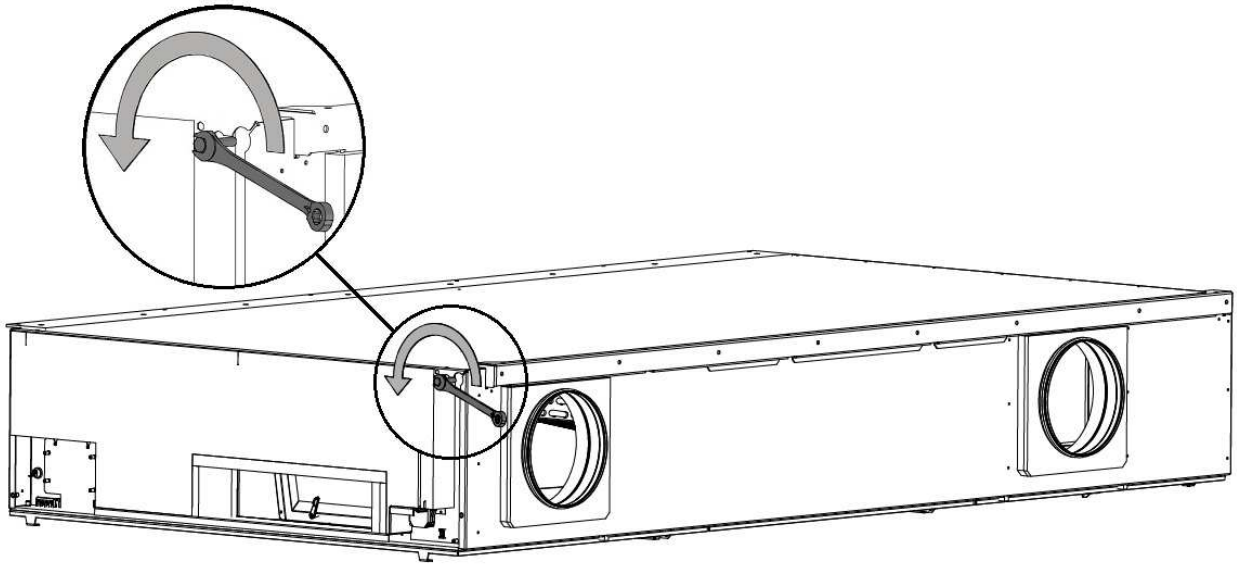
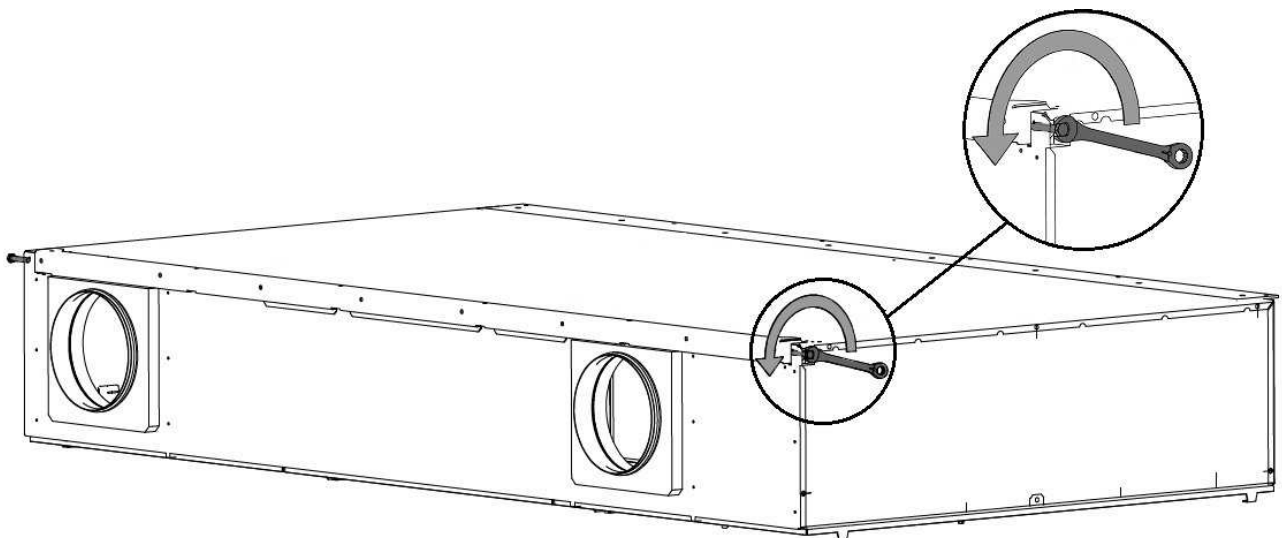

Abbildung 6: Demontieren der hinteren Halterung, linke Seite von hinten gesehen
Abbildung 7: Demontieren der hinteren Halterung, rechte Seite von hinten gesehen
1. Demontieren Sie die hintere Halterung, siehe Abbildung 6 und Abbildung 7.